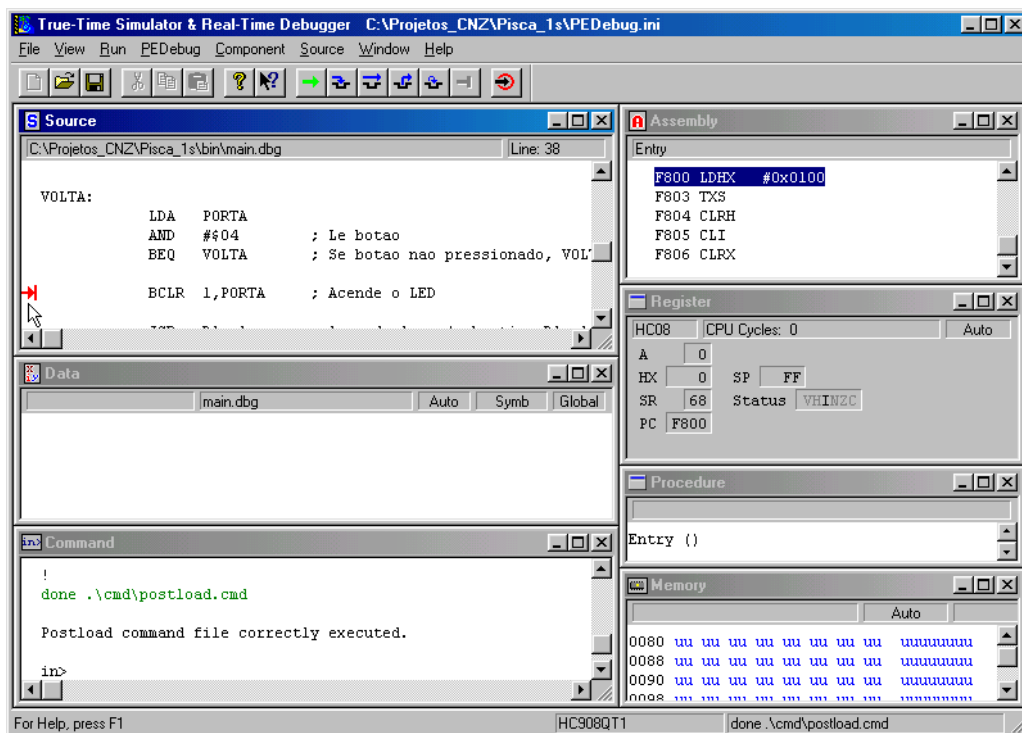

Figura 36 – Breakpoint (marca em vermelho) na janela Source
- ✓ **Breakpoints ...** – *Breakpoints* são pontos de controle associado ao valor do PC, isto é, a execução do programa é suspensa assim que o PC alcançar o valor definido no *breakpoint*. O modo mais simples para setar um *breakpoint* é clicar o botão da direita do mouse sobre a linha na qual o usuário quer o ponto de parada (na janela **Source**), e no menu selecionar **Set Breakpoints**. Uma linha que contenha um *breakpoint* contém uma marca em vermelho (Figura 36) indicando o ponto de parada. Para remover o *breakpoint* basta clicar com o botão da direita do mouse sobre a linha na qual o usuário quer remover o ponto de parada (na janela **Source**), e no menu selecionar **Delete Breakpoint**.